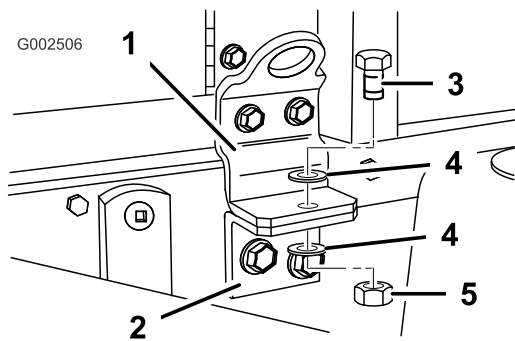

Figura 5
3. Retire os parafusos de segurança da parte frontal do patim (Figura 5).